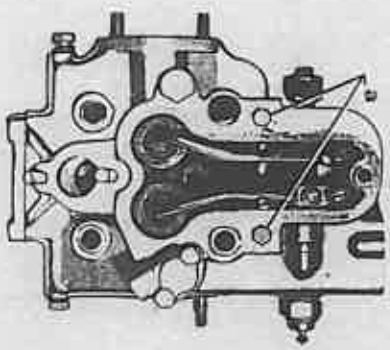

Fig. B 2
- Enlever les 2 vis d'arrêt (a fig. B 2) de l'axe de culbuteur et leurs freins.
- Remove both locking screws (a fig. B 2) front rocker shaft, and both locking rings.